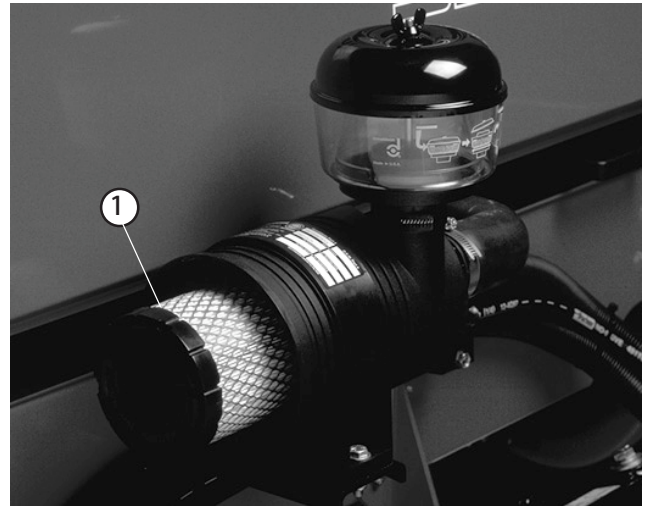

図 47
2. 1次フィルタを取り外して交換する(図47)。エレメントを洗って再使用しないこと。洗浄によってフィルタの濾紙を破損させる恐れがある。新しいフィルタに傷がついていないかを点検する。特にフィルタとボディーの密着部に注意する。破損しているフィルタは使用しない。フィルタをボディー内部にしっかり取り付ける。エレメントの外側のリムをしっかり押さえて確実にボディーに密着させる。フィルタの真ん中の柔らかい部分を持たないこと。